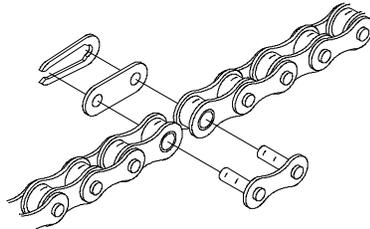

Figure 6 Maillon de chaîne
- Connectez les pignons avec la chaîne d'entraînement, raccourcissez à une longueur convenable et joignez les bouts ensemble à l'aide du maillon fourni dans le sac de ferrures. Pour raccourcir la chaîne, chassez la goupille qui laissera un maillon intérieur le plus près de la longueur désirée. Connectez la chaîne autour des pignons à l'aide du maillon (Figure 6).